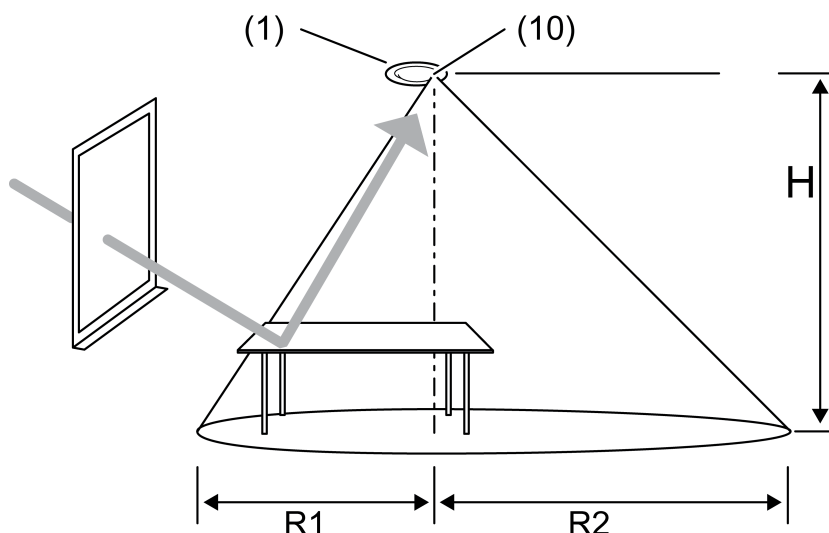

Figura 7
- Orientar el aparato durante el montaje de tal modo que el sensor de luminosidad (10) no esté mirando a la ventana (figura 7).